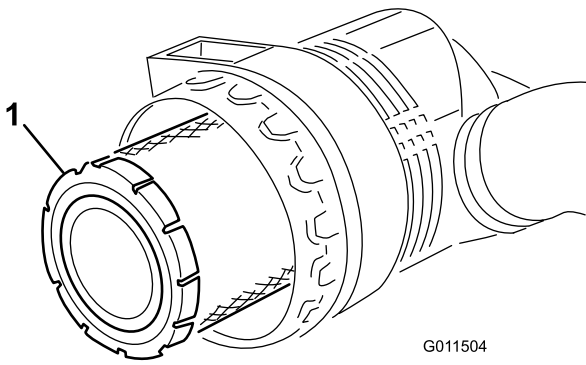

Bild 86
5. Entfernen und wechseln Sie den Hauptfilter aus (Bild 86).